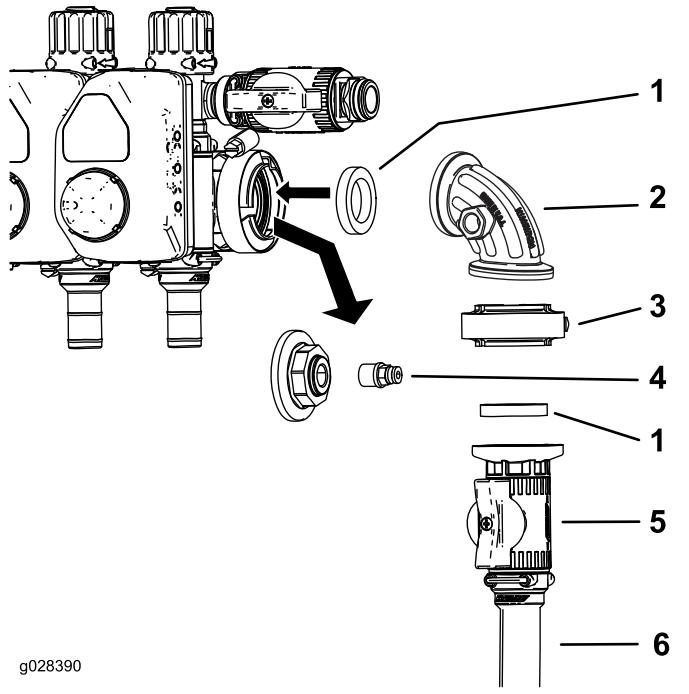

Figure 24
- Détachez le bouchon et le coupleur de la prise du manomètre (Figure 24).
- Montez la vanne de commande comme montré à la Figure 24.
- Insérez le coupleur dans l'orifice libre du raccord à 90° (Figure 24 ou Figure 37).
- Raccordez le flexible d'alimentation du dévidoir à la vanne de commande au moyen d'un collier (Figure 24).